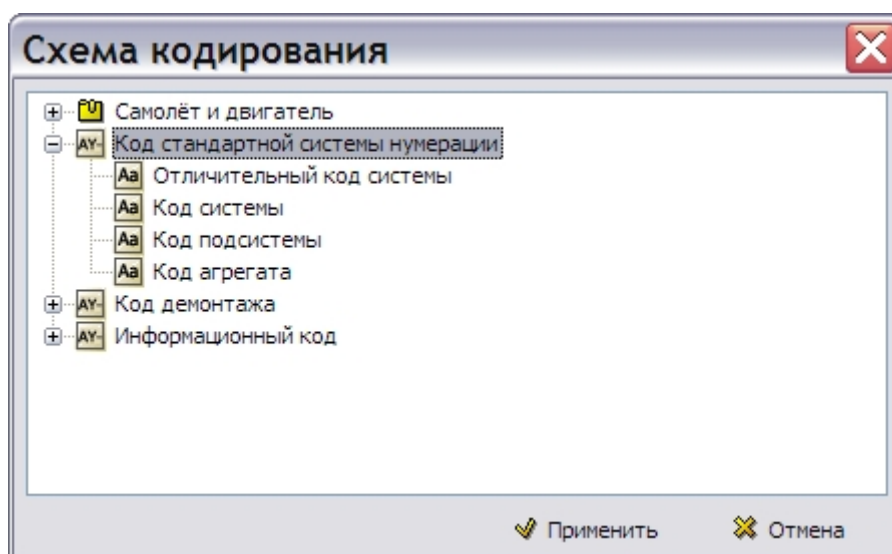

Рис. 4.6
8. В окне **Схема кодирования** выберите «Код стандартной системы нумерации» (Рис. 4.6).